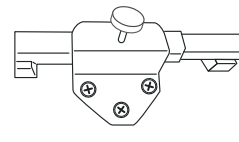

Рис. 8
5. Установите вентилятор и зафиксируйте его барашковым винтом, как показано на (рис. 8).